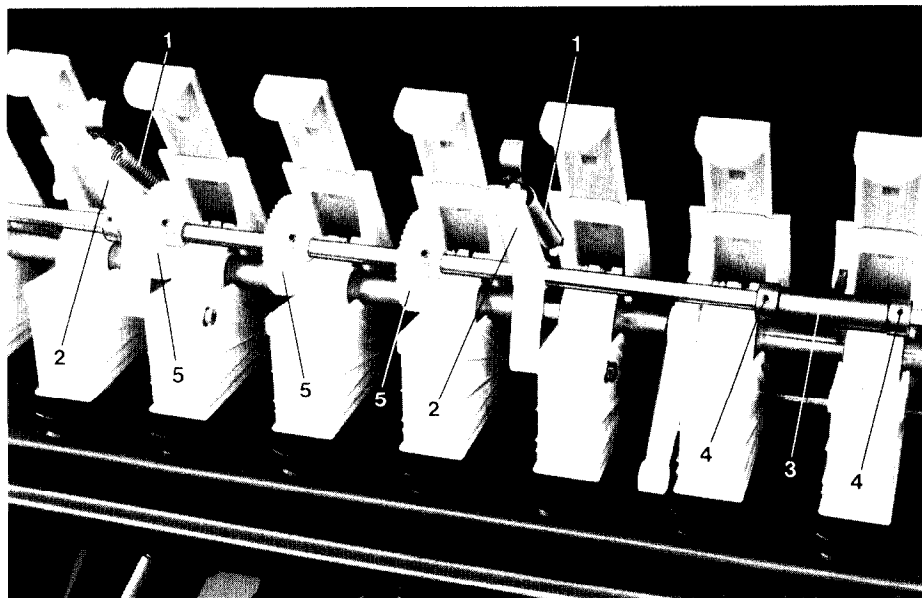
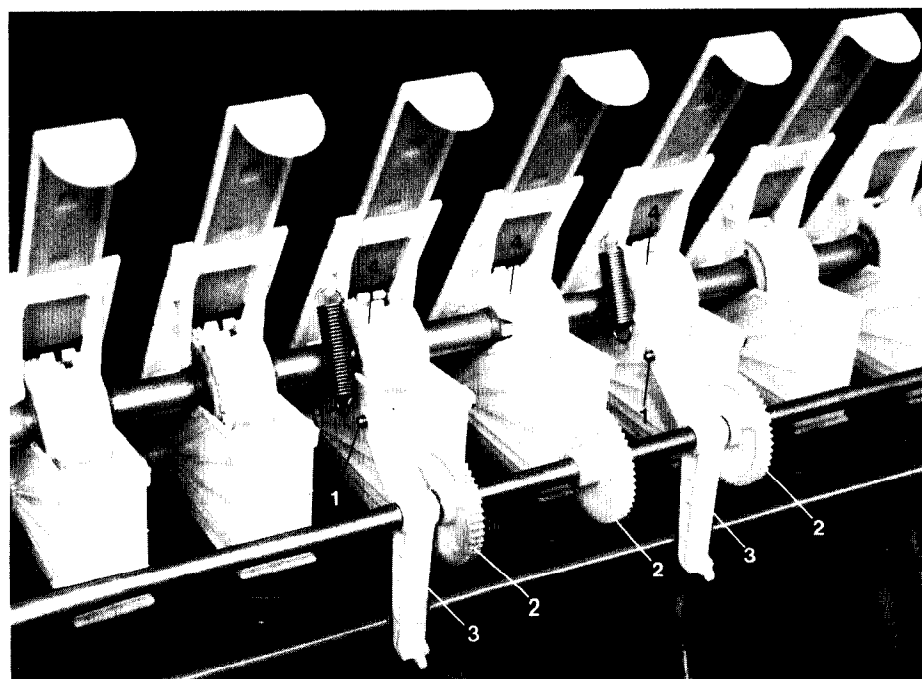

Fig. 90
Fig.91
- Trækfjedrene (Fig.90/1) mellem såhusene og svinglejerne (Fig.90/2) løsnes, og køresporsakselen klappes bagover (Fig.91).
- En holder (Fig.90/3) som sikrer køresporsakselen, griber ind i et hak på såhuset. Denne holder, bliver ved nedklapning af køresporsakselen, trukket ud af dette hak, og skal efter endt montage fastgøres i det samme hak eller i et hak i såhuset ved siden af. Holderen (Fig.90/3) bliver sikret vedhjælp af stopringe (Fig.90/4) på køresporsakselen.
- Stålboltene (Fig.91/1), hvormed svinglejerne på de **gamle** såhuse er sat fast skal løsnes.
- Svinglejet (Fig.91/3) og plastdrivhjulet (Fig.91/2) skubbes.
- Svinglejet (Fig.91/3) sættes fast på de **nye** køresporssåhuse, køresporsakselen klappes op og trækfjedrene (Fig.90/1) mellem svinglejerne og såhusene sættes fast.
- Tænderne på plastdrivhjulet (Fig.90/5) bringes i indgreb med finsåhjulet, og drivhjulet sættes fast på køresporsakselen.
- De **gamle** køresporsfinsåhjul forbindes igen med såakselen. Dertil bliver gevindstiften (Fig.91/4) skruet så langt ind i finsåhjulet, indtil såhjulet bliver trukket med af såakselen, der skal være lidt slub. Hvis gevindstifterne spændes for hårdt, kommer såhjulene i spænd.
Såmaskiner med 2 delelig skift, er kun udstyret med såhjul til anlægning af kørespor, på højre side af såmaskinen. Det ønskede kørespor bliver anlagt ved én frem og tilbage kørsel på marken (se punkt 23.2, eksempel 1). Køresporsakselen skal derfor kun udstyres med plastdrivhjul (Fig.90/5) på højre side af såmaskinen. Drivhjulene skal monteres således på køresporsakselen, at afstanden på køresporssåhjulene, målt fra den højre yderste maskinside, udgør et halvt traktorspor. Montering af drivhjulene skal ske efter punkt 23.4, ændringen af køresporsautomaten skal ske efter punkt 23.6. Når der skal arbejdes med køresporsmarkor, skal den venstre markørskive afmonteres.